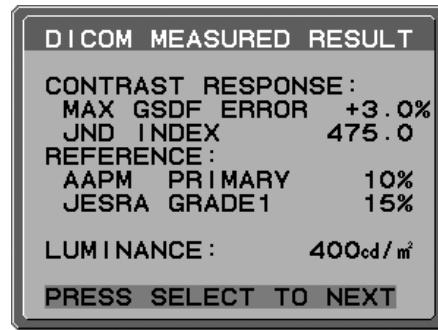

Рисунок D.2
- Появится сообщение DICOM MEASURED RESULT (РЕЗУЛЬТАТ ИЗМЕРЕНИЯ DICOM) (Рисунок D.2). С помощью клавиш можно параметры DATE (ДАТА) и TIME (ВРЕМЯ). Затем нажмите кнопку SELECT (ВЫБОР).